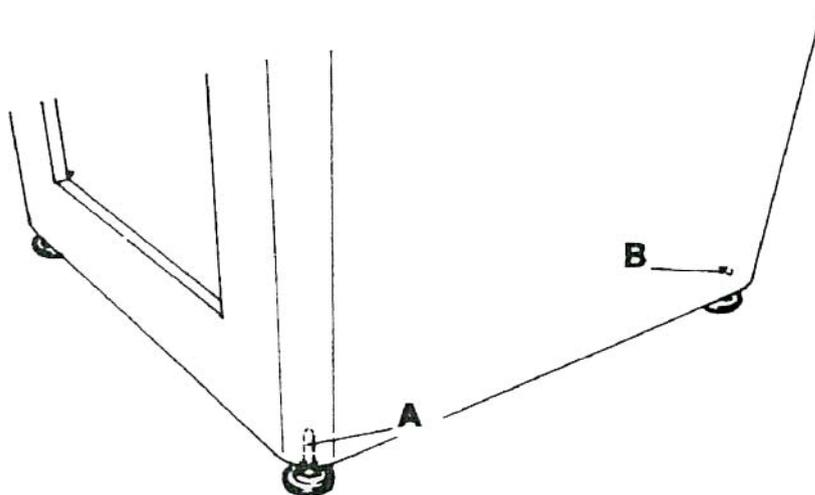

Рис. 1
• Установить четыре резиновых опоры, как показано на Рис. 1. Винтом А отрегулировать уровень станка.